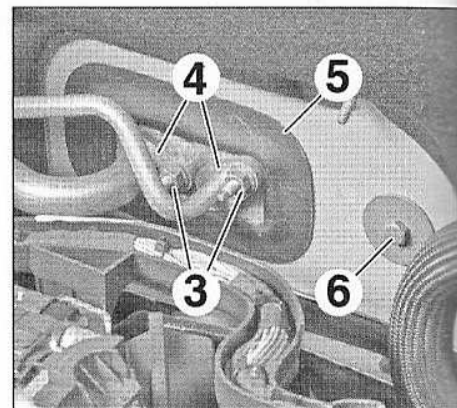

FIG.6
- Déposer les écrous (3) (Fig.6).
- Désaccoupler les brides de canalisations (4).
- le joint (5),
- la vis (6).